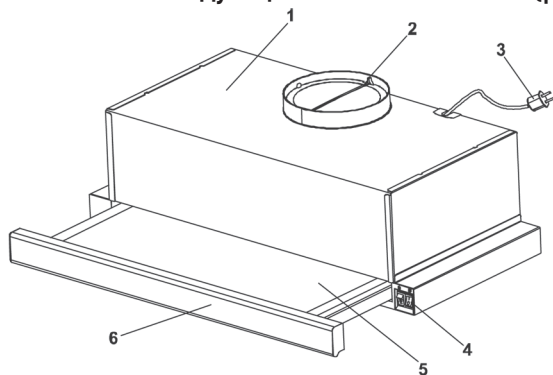
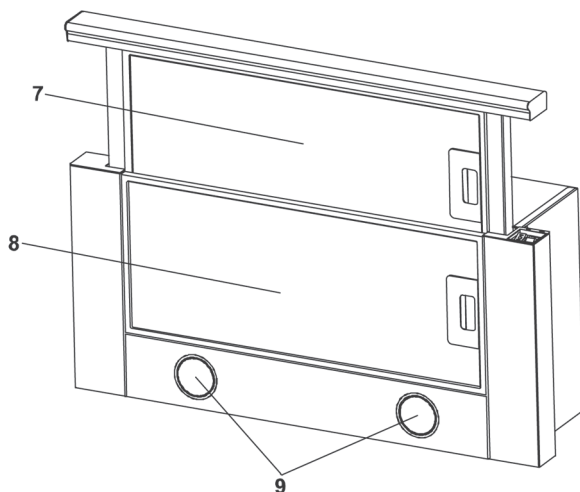

Рис. 3
Рис. 3.1
5.4 Вытяжка состоит из следующих составных частей (рис.3 / рис.3.1):